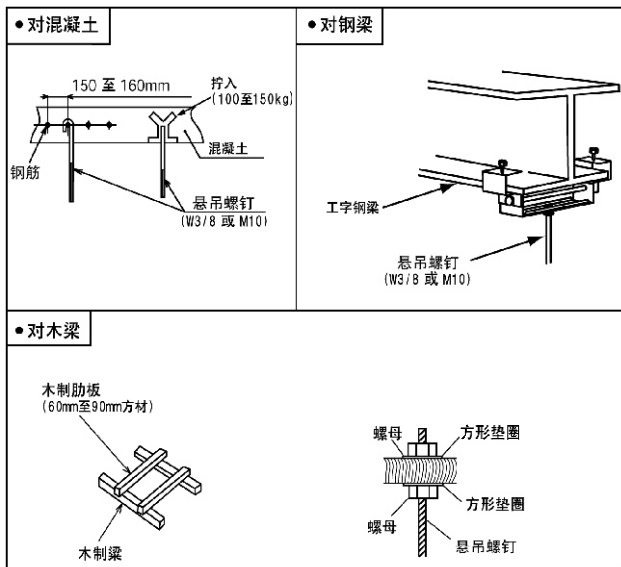

图 5.3 悬吊螺栓的固定
- (2) 在吊顶上开孔用于安装室内机。
- (3) 确保吊顶水平，否则冷凝水无法排出。
- (4) 加强吊顶的开孔部。
- (5) 如图5.3所示，固定悬吊螺栓。